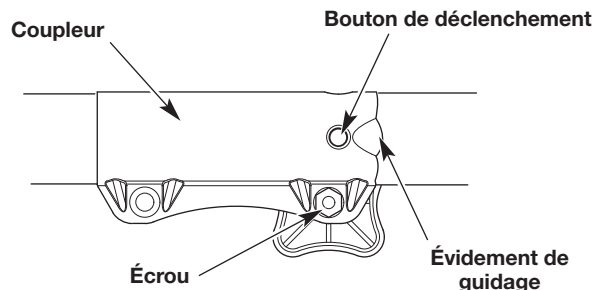

Fig. 4
REMARQUE : l'alignement du bouton de déclenchement avec l'évidement de guidage facilitera l'installation (Fig. 4).
REMARQUE : Ne pas serrer l'écrou (Fig. 4).
2. Appuyez et maintenez enfoncé le bouton de déclenchement (Fig. 4).